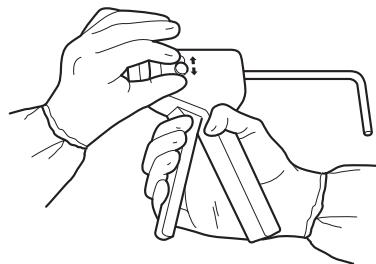

図2
- 速度セレクタを押し戻してから、上下のいずれかに押して、希望する速度を選択します(図2)。セメント注入の設定を参照してください。